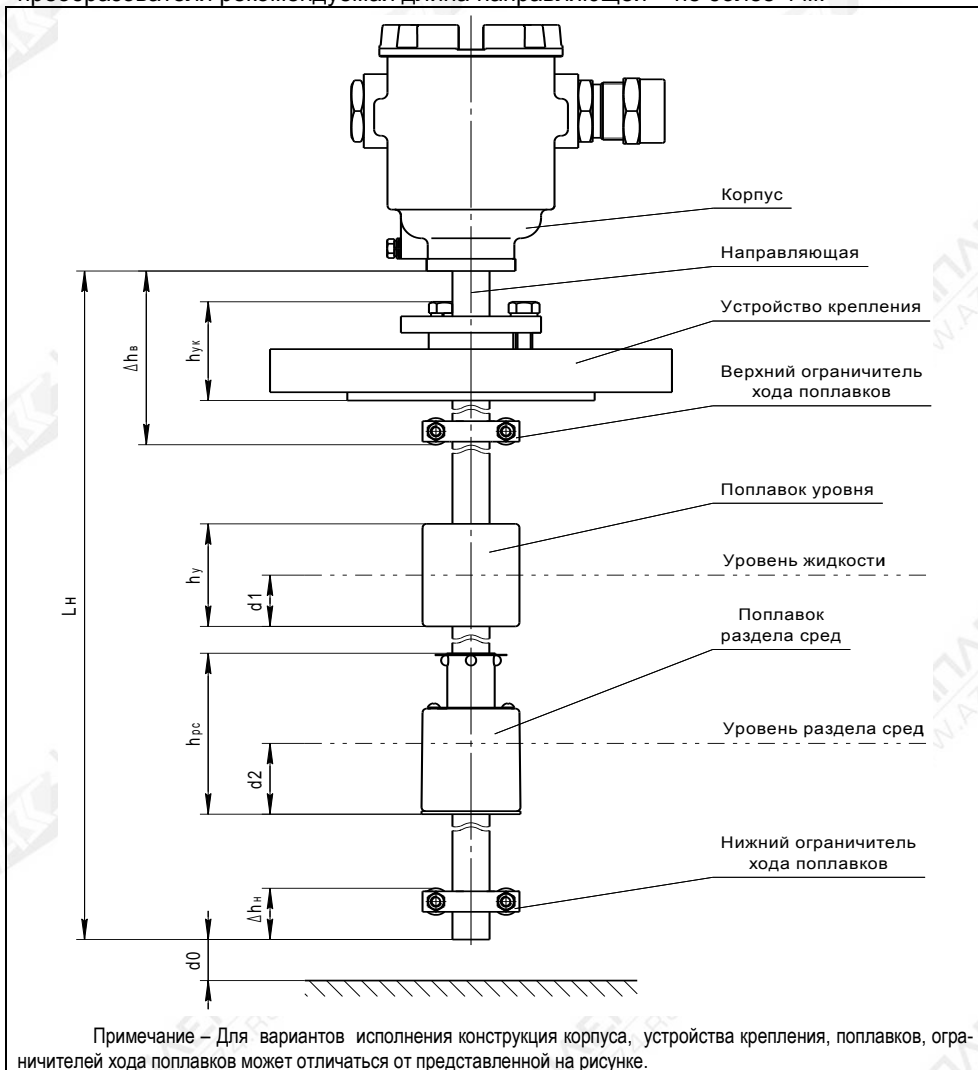

Рисунок 1
1.2.4 Нижний предел измерений уровня H_n (см. рисунок 1) определяется по формуле, мм:
Величина верхней неизмеряемой зоны Δh_b определяет положение верхнего ограничителя хода поплавка (см. рисунок 1). При выпуске из производства она устанавливается не более:
1.4.1 Преобразователь (см. рисунок 1) состоит из корпуса, соединённого с направляющей, на которой устанавливаются: устройство крепления, поплавки уровня, раздела сред и ограничители хода поплавков.